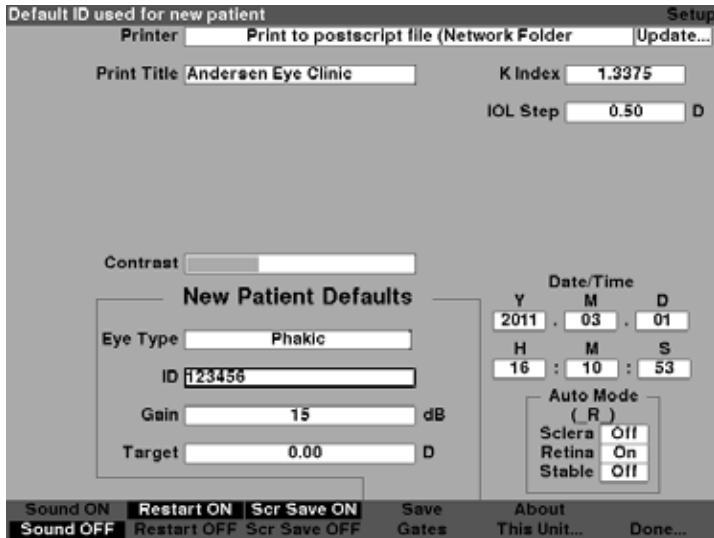

Figura 5-49 Identificación predeterminada añadida
4. Presione el control giratorio o el botón \checkmark para guardar la identificación predeterminada que ingresó y desactivar el campo, como se muestra en la Figura 5-49.